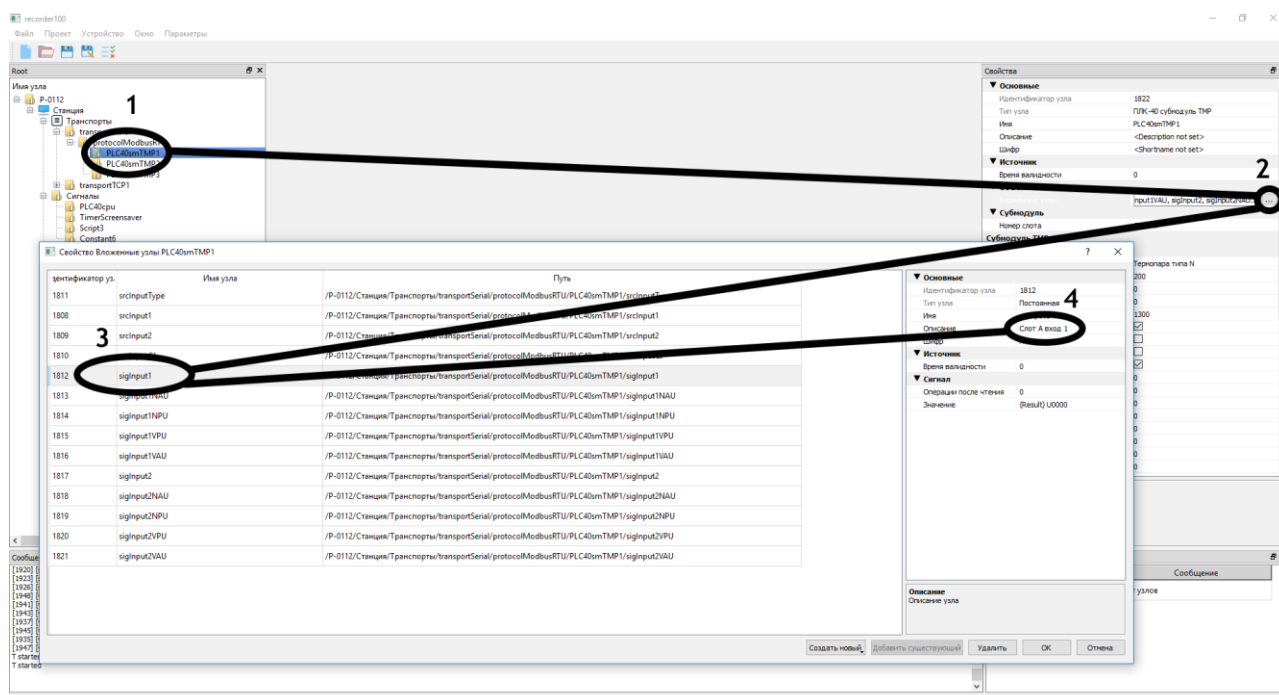

Рисунок 30 Изменение текста описания
3. Изменить описания вложенных узлов submodule (см. Рисунок 30). В узел «protocolModbusRTU» вложены узлы, представляющие собой submodule АРВ. Каждый узел содержит ряд вложенных узлов, хранящих значения входов и выходов submodule, в зависимости от типа.
Для изменения описаний необходимо в окне свойств вызвать на редактирование свойство «Вложенные узлы» нужного субмодуля (см. Рисунок 30). В открывшемся окне необходимо выделить в списке узел `sigInput<N>`, представляющий вход субмодуля, и в окне свойств изменить его описание.